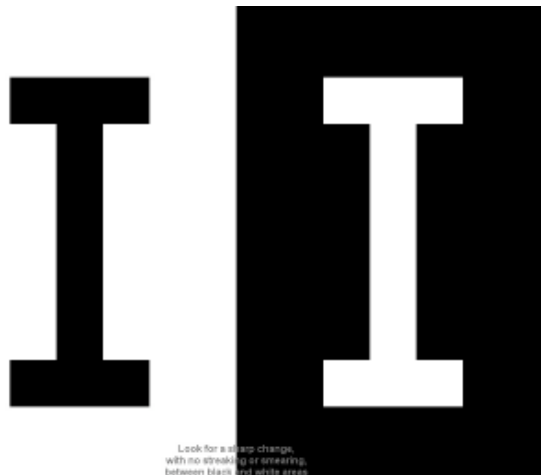

图 4.52
(2) Crosstalk: 锐利度检测, 它直接反映了 LCD 像素颗粒的大小和处理器的处理能力。该软件以对比极强的黑白交错画面检测 LCD 色彩边缘的锐利度, 如图 4.52 所示。